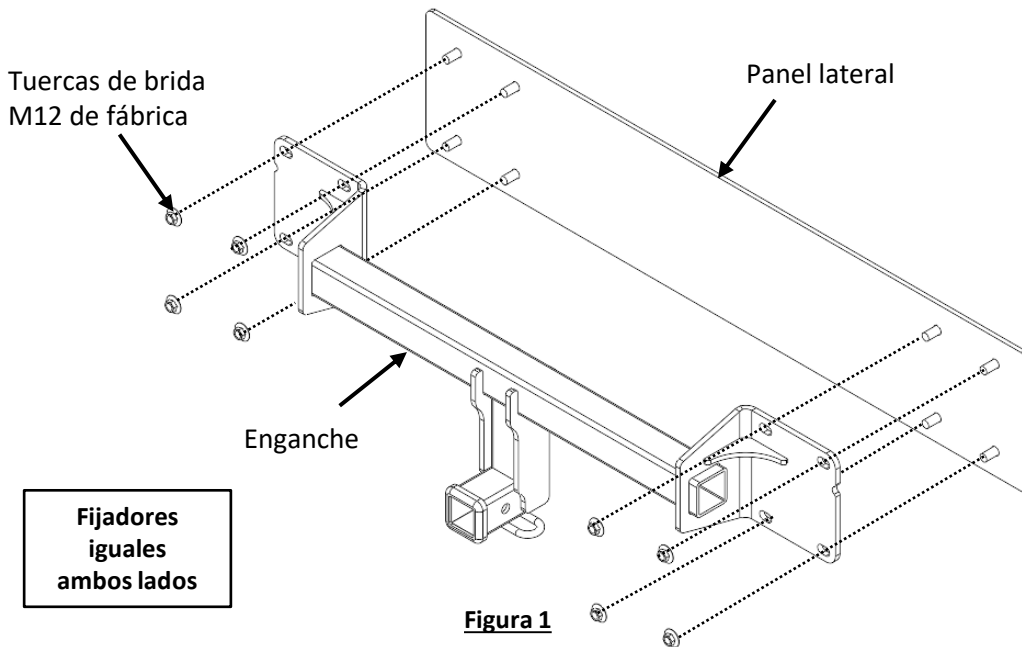

Figura 1
2. **Quitar el travesaño del parachoques:** Con un cubo de 18 mm, quitar (4) tuercas de brida M12 de los pernos del travesaño en el panel final, en ambos lados. Quitar el travesaño del parachoques y devolver al propietario del vehículo. *La argolla de remolque no funcionará después de retirar el travesaño del parachoques. Usar el anillo de la cadena en el enganche como alternativa.
3. **Instalar el enganche:** Levantar el enganche a su posición alineando los orificios con los vástagos en el panel final. **Instalar sin apretar (8) pernos de brida M12 de fábrica existentes en el enganche, ver la Figura 1.**
3. Instalar el enganche: Levantar el enganche a su posición alineando los orificios con los vástagos en el panel final. Instalar sin apretar (8) pernos de brida M12 de fábrica existentes en el enganche, ver la **Figura 1**.